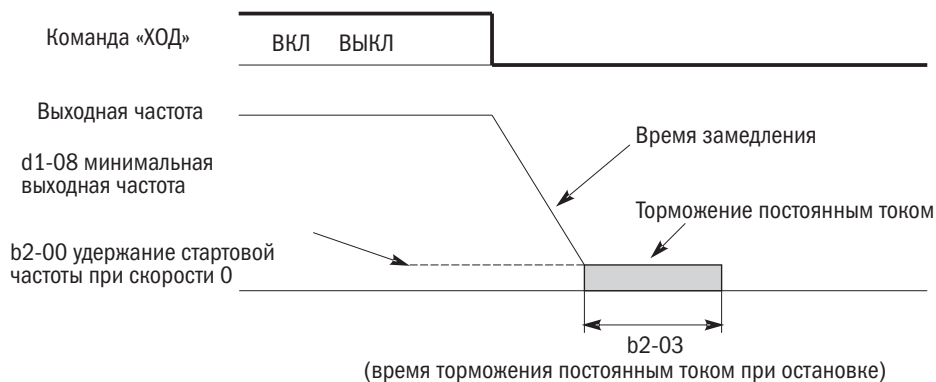

Рисунок 46 – Замедление для остановки
- Для регулирования напряжения/частоты при разомкнутом контуре, векторном управлении разомкнутым контуром: если выходная частота падает ниже значения b2-00, включается система торможения постоянным током на время, установленное в b2-03. См. рисунок 46.